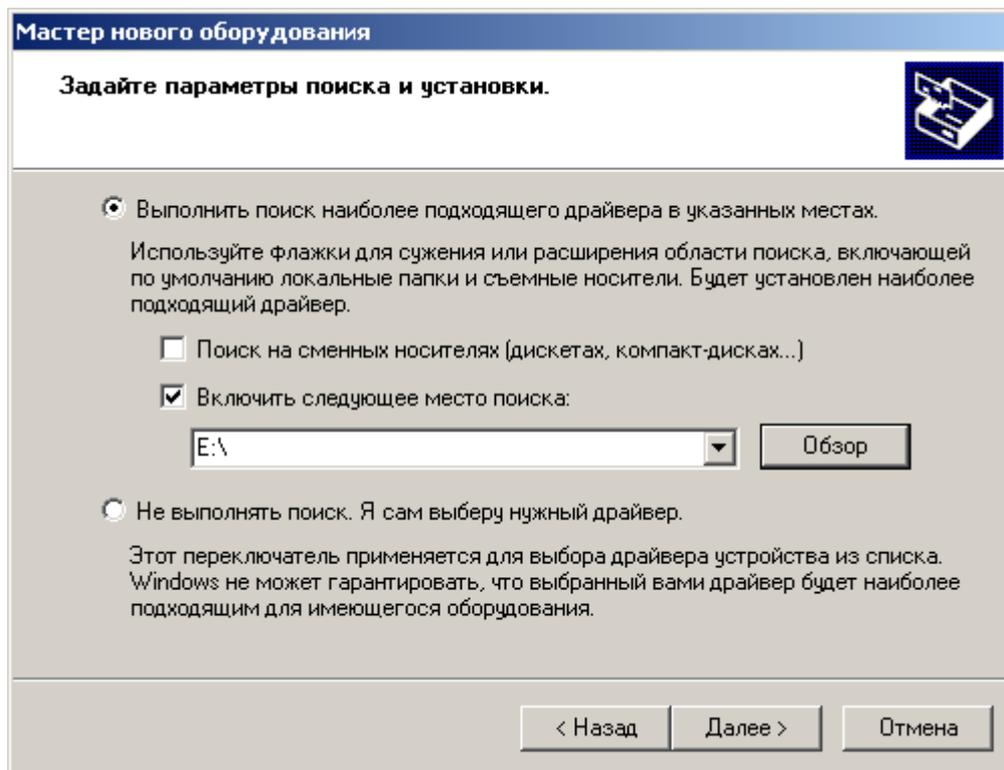

Рис. 3 - Третье окно «Мастер нового оборудования»
2.2.4.5 В следующем окне поставьте маркер в поле «Включить следующее место поиска» и с помощью кнопки «Обзор» укажите путь к флеш - диску (см. Рис. 3).